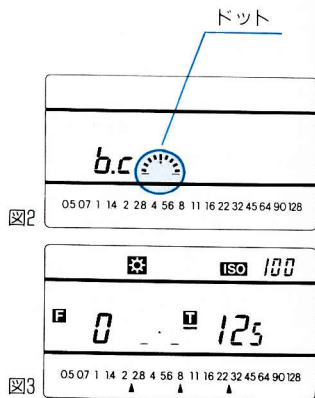

図2
1. 電源スイッチをONすると液晶表示部にb.c文字と電池容量が表示され、そのあと測定モードに切り替わります。(図2)(図3)
2. 電池容量はドット数で表示されます。(図2)